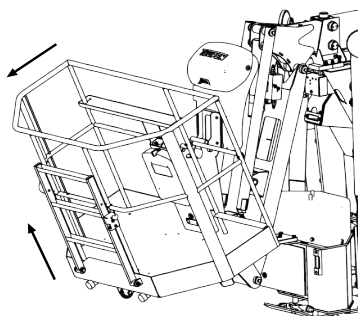

Fig. 101
8. Faire basculer la nacelle et la retirer en biais vers le haut (Fig.101).